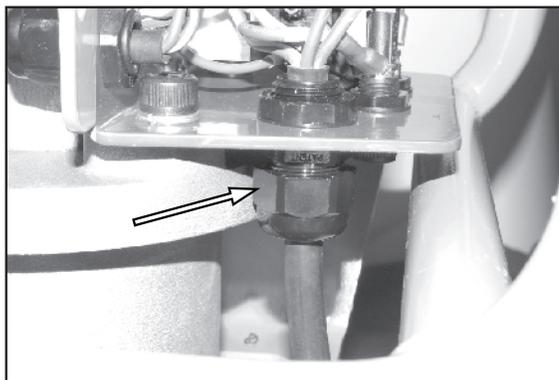

Figure 17.
2. Voir Figure 17. Desserrez la prise de cordon.